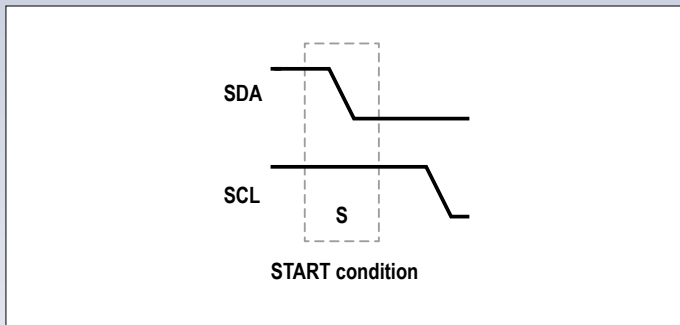

Figure 4. Pour démarrer une communication, il faut remplir la condition de *START*.
1. Pour lancer la transmission, le maître abaisse d'abord la ligne de données SDA, puis celle d'horloge SCL (**figure 4**). Cette séquence s'appelle la condition de départ, *START condition*.